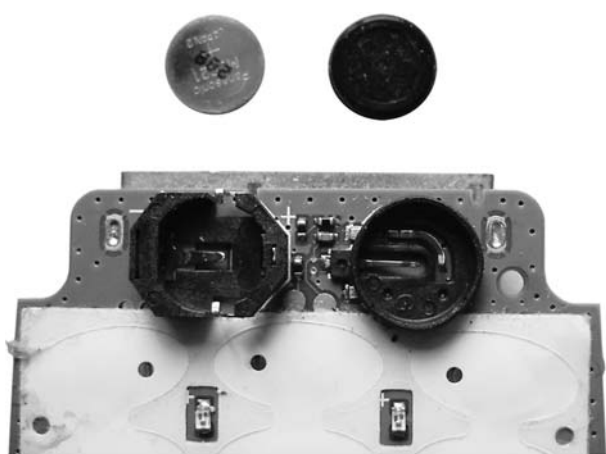

Рис. 6. Порядок разборки телефона LG-B1200 (операция 4)
5. Извлекают из гнезд (соединителей) батарею резервного питания и микрофон (рис. 6).